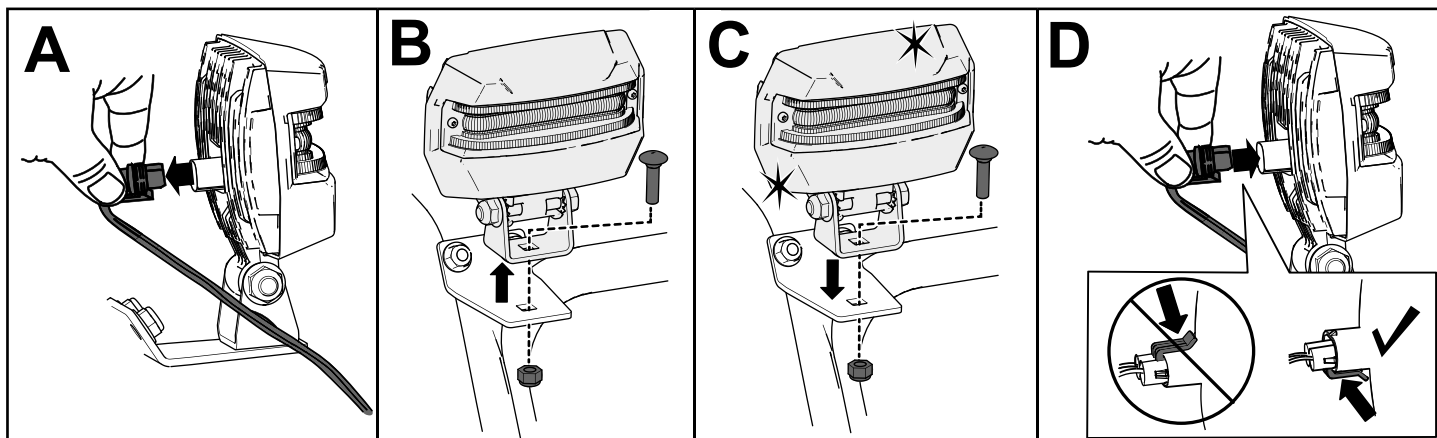

Figure 35
1. Débranchez le câble à l'arrière du phare (encadré A de la Figure 35).
2. Retirez le boulon et l'écrou qui fixent le phare sur son support, puis déposez le phare (encadré B de la Figure 35).
3. Fixez le nouveau phare sur le support au moyen de l'écrou et du boulon retirés précédemment (encadré C de la Figure 35).
4. Branchez le câble du phare directement à l'arrière du phare en l'enfonçant bien en place (encadré D de la Figure 35).